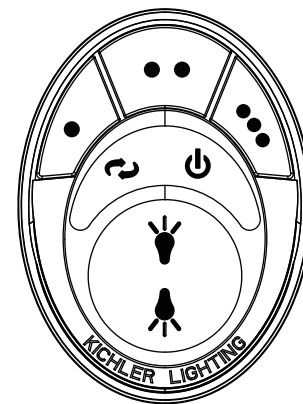

Figura 28
Paso 5. Los botones controlan la velocidad y la luz del ventilador de la siguiente manera: (Figura 28)